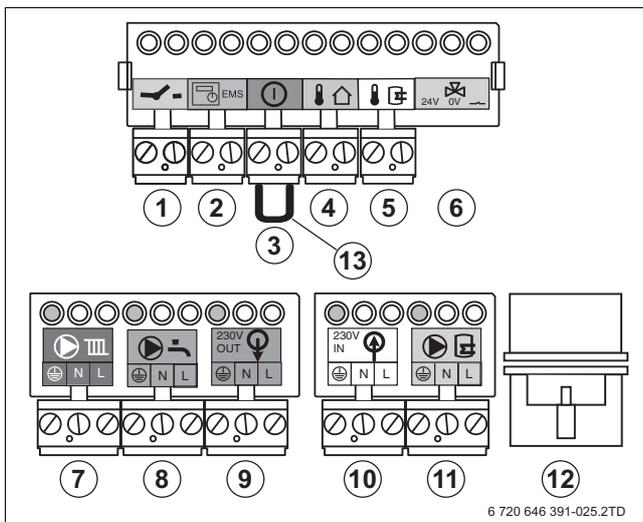

Fig. 37 Morsettiera
- ▶ Collegare il regolatore Logamatic RC in funzione della temperatura ambiente sul morsetto di collegamento EMS arancione (→ fig. 37, [2]) Per fare ciò, utilizzare un cavo bipolare con sezione da 0,4 a 0,75 mm2.
► Collegare il regolatore di temperatura ambiente di tipo on/off sul morsetto di collegamento (→ fig. 37, [1])
► Collegare il regolatore Logamatic RC sul morsetto di collegamento (→ fig. 37, [2]). Per fare ciò, utilizzare un cavo bipolare con sezione da 0,4 a 0,75 mm2.
- ▶ Rimuovere il ponticello sul morsetto di collegamento ① (→ fig. 37, [3]).
- ▶ Collegare la sonda di temperatura esterna al morsetto di collegamento ① (→ fig. 37, [4]).
- ▶ Collegare la sonda di temperatura dell'accumulatore al morsetto di collegamento ② (→ fig. 37, [5]).
- ▶ Collegare la valvola a 3 vie 24 VDC al morsetto di collegamento ③ (→ fig. 37, [6]).
I collegamenti elettrici (→ fig. 37, [da 7 a 12]) sono utilizzabili per gli accessori elettrici negli impianti di riscaldamento. Ogni collegamento ha una potenza massima assorbita consentita di 250 W.
- ▶ Collegare il circolatore di riscaldamento al morsetto di collegamento ③ (→ fig. 37, [7]).
- ▶ Collegare la pompa di ricircolo sul morsetto di collegamento ④ (→ fig. 37, [8]).
- ▶ Collegare il circolatore carico accumulatore/valvole a 3 vie esterna (230 V) al morsetto di collegamento ⑤ (→ fig. 37, [11]).